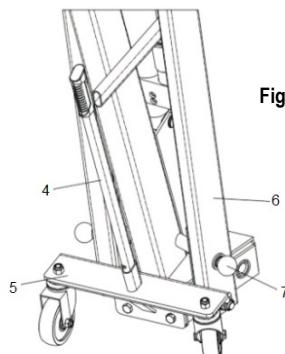

Fig. 8
- Armjustering: Tryk på gearstangen, skub og træk krogforlængerstangen til det ønskede område (fig. 8).